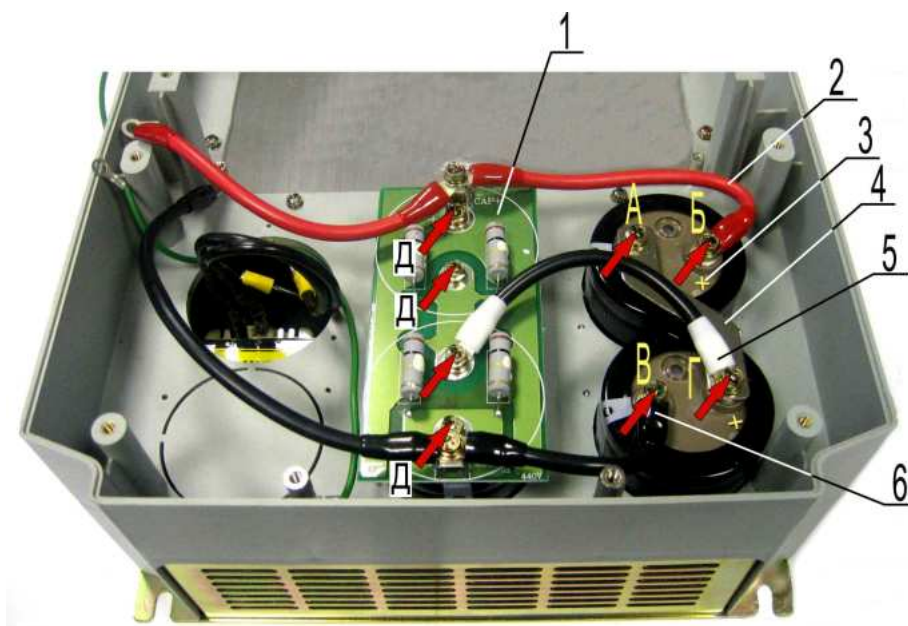

Рис. 7.5
7.3.7. Установить плату 1 на конденсаторы, как показано на рис. 7.5. Совместить отверстия платы с выводами конденсаторов. Закрепить плату тремя винтами Д (рис.7.5).
7.3.8. Установить наконечник провода 5 над отверстием платы (рис. 7.5). Закрепить наконечник винтом.
7.3.9. Установить наконечник провода 2 на вывод Б конденсатора 3 (рис. 7.5). Закрепить наконечник винтом.
7.3.10. Установить накладную шину 4 на вывода А и Г конденсаторов. Совместить отверстие шины с выводом А конденсатора. Закрепить шину над выводом А винтом (рис. 7.5).
7.3.11. Установить наконечник провода 5 над выводом Г конденсатора. Совместить наконечник провода 5 с отверстием шины и выводом конденсатора. Закрепить шину и наконечник провода винтом (рис. 7.5).
7.3.12. Установить наконечник провода 6 над выводом В конденсатора (рис. 7.5). Закрепить наконечник винтом.